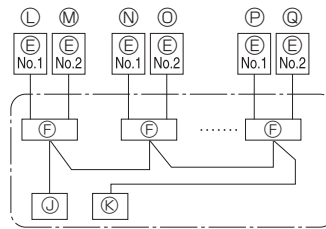

Fig. 6-2
### 6.1. Unidade exterior (Fig. 6-1, Fig. 6-2)
- (1) Remova o painel de manutenção.
- (2) Ligue os cabos consultando a Fig. 6-1 e a Fig. 6-2.
- (A) Bloco de terminais da alimentação (L1, L2, L3, N, ⊕)
- (B) Bloco de terminais de ligação interior/exterior (S1, S2, S3)
- (C) Painel de manutenção
- (D) Grampo